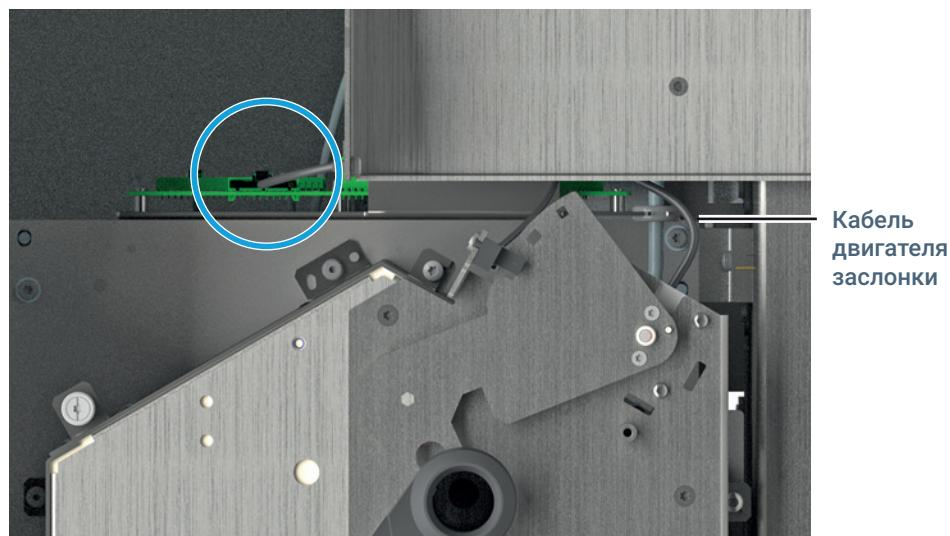

Рис. 11.   Отсоедините кабель мотора заслонки на панели разъемов
- 7 Отсоедините кабель мотора заслонки на панели разъемов. (**Рис. 11**)